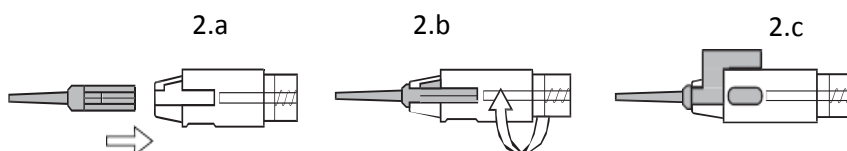

Fig. 2
10. Insérez ensuite la cartouche dans le corps de l'injecteur, puis verrouillez-la avec une légère rotation des ailes (Figure 2).